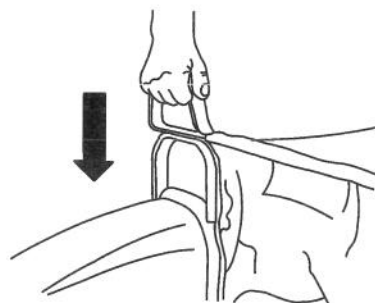

Figure 44
15. Saisir la poignée du sac et la glisser sur le collet de la chute d'herbe (Fig. 44). Pousser la poignée vers le bas jusqu'à ce qu'elle soit correctement installée.